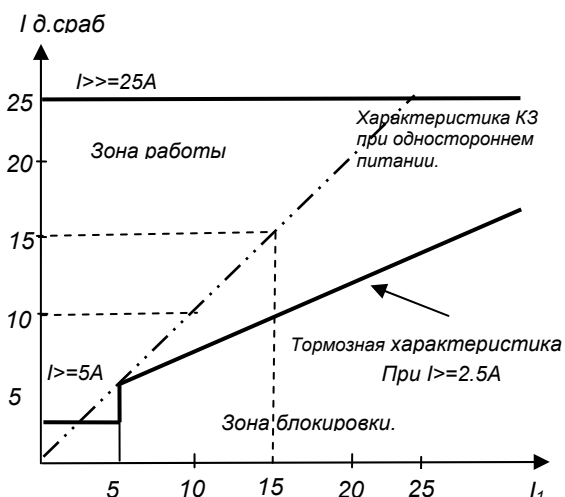

Рис.1. Тормозная характеристика дифзащиты с  $I \geq 2.5A$  и дифотсечка с  $I \geq 25A$ .
Дифференциальная защита имеет торможение от одного комплекта трансформаторов тока, на стороне 1. Тормозная характеристика приведена ниже (рис.1).
**Выбор подключения сторон 1 и 2 реле к обмоткам тр-ра (высокой и низкой сторон) производится на основе расчета уставок дифзащиты. При подключении сторону 1 (с торможением) защиты к обмотке ВН трансформатора защита «загрубляется» за счет влияния торможения (см. рис.1.) Если такое «загрубление» по чувствительности недопустимо, то сторону 1 следует подключать к обмотке НН.**